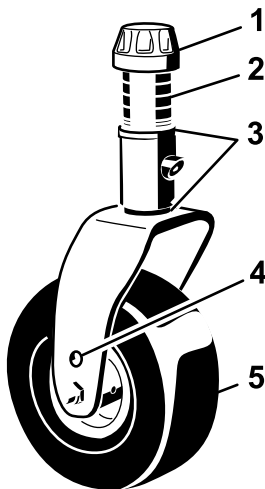
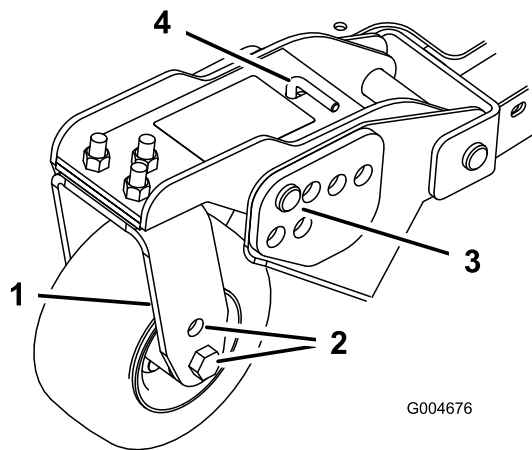
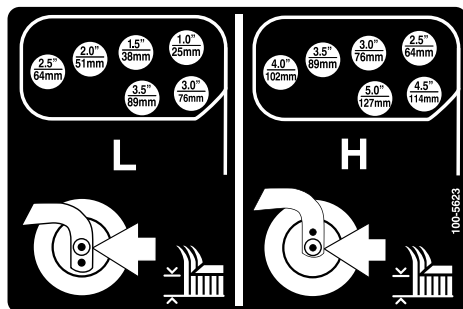

Bild 20
Bild 22
Bild 23
1. Stecken Sie die Laufradachsen in allen Laufradgabeln in die gleichen Löcher (Bild 20 und Bild 22).
2. Entfernen Sie die Spannkappe von der Spindelwelle und ziehen die Spindel aus dem Laufradarm heraus (Bild 20).
6. Entfernen Sie den Splint und die Lastösenbolzen von den Laufradgelenkarmen (Bild 22).
7. Drehen Sie die Spannstange, um den Gelenkarm anzuheben oder abzusenken, bis die Löcher mit den ausgewählten Löchern in der Schnitthöhenhalterung im Mähwerkrahmen ausgerichtet sind (Bild 22 und Bild 23).